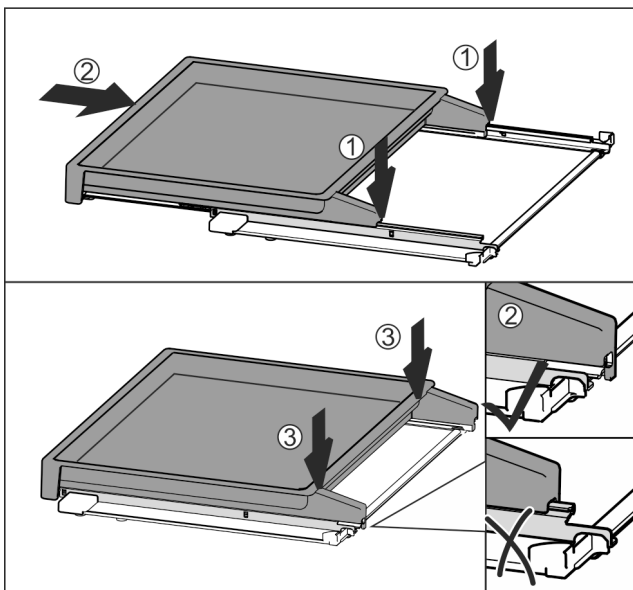

Fig. 113
- La poser au centre sur les rails *Fig. 113 (1)*.
- Insérer complètement la bordure télescopique *Fig. 113 (2)*.
- Appuyer sur sa partie arrière jusqu'à ce qu'elle s'enclenche de manière audible *Fig. 113 (3)*.